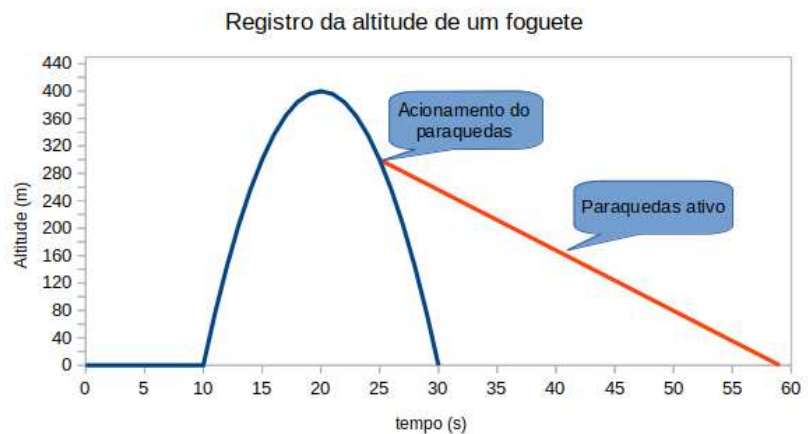

Figura 1. Registro da altitude a partir do altímetro.
**Contexto:** O sinal mostrado na Figura 1 corresponde ao registro da altitude de um foguete durante seu lançamento. A duração deste evento é estimada em 60 segundos, a partir do início do acionamento do motor do foguete. Cinco segundos **após** o foguete atingir a altitude máxima (apogeu) o sistema de paraquedas deve ser acionado para permitir que o foguete reduza sua velocidade de queda e seja recuperado sem danos. Para certificar seu desempenho, o valor apogeu deve ser registrado para conferência após a recuperação do foguete.